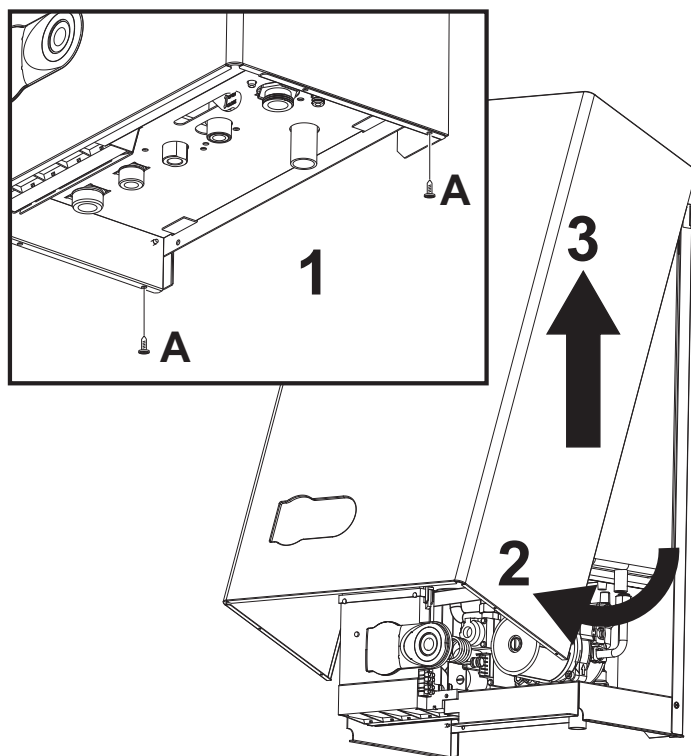

рис. 7 - Открытие кожуха
1. Отвинтите винты "A" (см. рис. 7).
2. Поверните кожух (см. рис. 7)